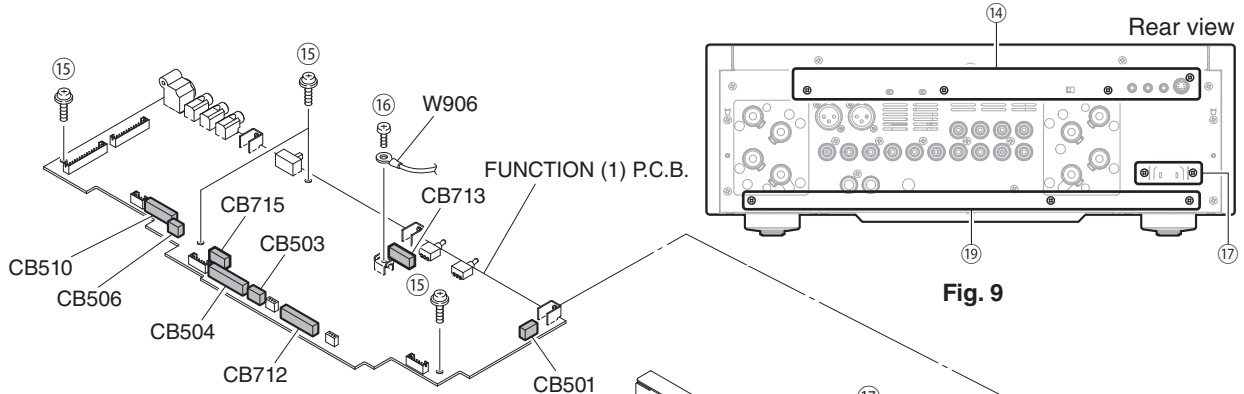
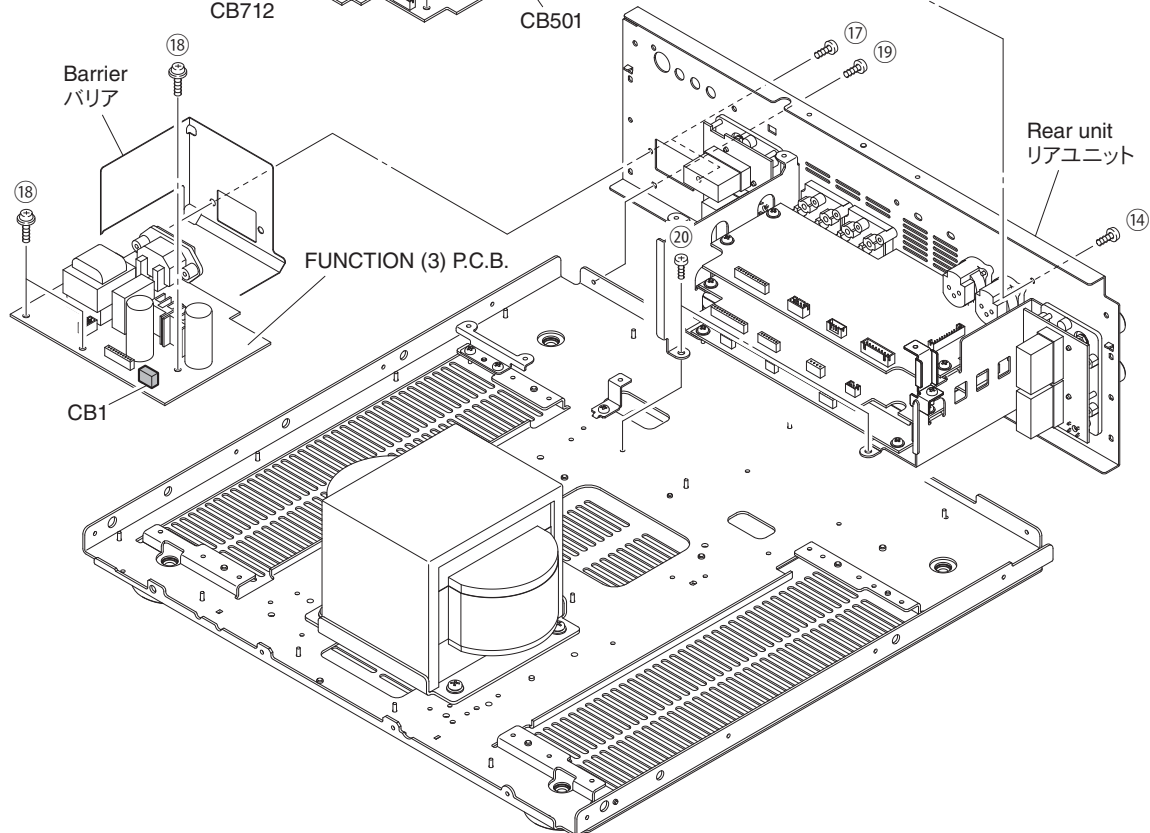

Fig. 9
Fig. 10
7. Removal of FUNCTION (1) P.C.B.
- Remove 4 screws (14). (Fig. 9)
- Remove 4 screws (15). (Fig. 10)
- Remove 1 screw (16) and disconnect 1 cable. (Fig. 10)
- Remove CB501, CB503, CB504, CB506, CB510, CB712, CB713 and CB715. (Fig. 10)
- Remove the FUNCTION (1) P.C.B. (Fig. 10)
8. Removal of FUNCTION (3) P.C.B.
- Remove 2 screws (17) and 3 screws (18). (Fig. 10)
- Remove CB1. (Fig. 10)
- Remove the barrier together with the FUNCTION (3) P.C.B. (Fig. 10)
- Remove 3 screws (19). (Fig. 9)
- Remove 2 screws (20). (Fig. 10)
- Remove the rear unit. (Fig. 10)
7. FUNCTION (1) P.C.B.の外し方
- 14のネジ4本を外します。(Fig. 9)
- 15のネジ4本を外します。(Fig. 10)
- 16のネジ1本を外し、ケーブル1本を外します。(Fig. 10)
- CB501、CB503、CB504、CB506、CB510、CB712、CB713、CB715を外します。(Fig. 10)
- FUNCTION (1) P.C.B.を外します。(Fig. 10)
8. FUNCTION (3) P.C.B.の外し方
- 17のネジ2本、18のネジ3本を外します。(Fig. 10)
- CB1を外します。(Fig. 10)
- バリアと一緒にFUNCTION (3) P.C.B.を外します。(Fig. 10)
- 19のネジ3本を外します。(Fig. 9)
- 20のネジ2本を外します。(Fig. 10)
- リアユニットを外します。(Fig. 10)
- Remove the FUNCTION (1) P.C.B. (Fig. 9, 10)
- Remove 3 screws (⑲). (Fig. 9)
- FUNCTION (1) P.C.B. を外します。(Fig. 9、10)
- ⑲のネジ3本を外します。(Fig. 9)